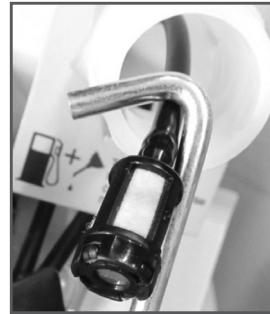

Рис. 12. Извлечение топливного фильтра
3. Зацепите крючком топливный шланг с фильтром и вытяните через заливную горловину (Рис. 12).